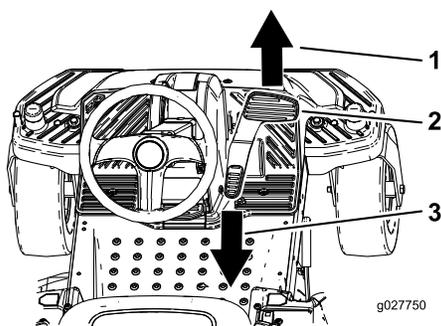

Bild 20
3. Stellen Sie den Fuß auf das Fahrtriebspedal und treten langsam oben auf das Pedal, um vorwärts zu fahren, oder unten auf das Pedal, um rückwärts zu fahren (Bild 20).